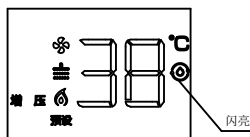

图44
6. 增压模式：用户根据个人喜好，可选择水增压模式，微电脑通过计算后，自动调整水量增压能力，用户能获得舒适的沐浴感受；在待机状态或工作状态下，用户手动调节水增压模式，YL4系列长按“”键即可进入水增压模式，再次长按“”键即可退出水增压模式；YL6系列按下“增压”键即可进入水增压模式，再次按下“增压”键即可退出增压模式（图44）。